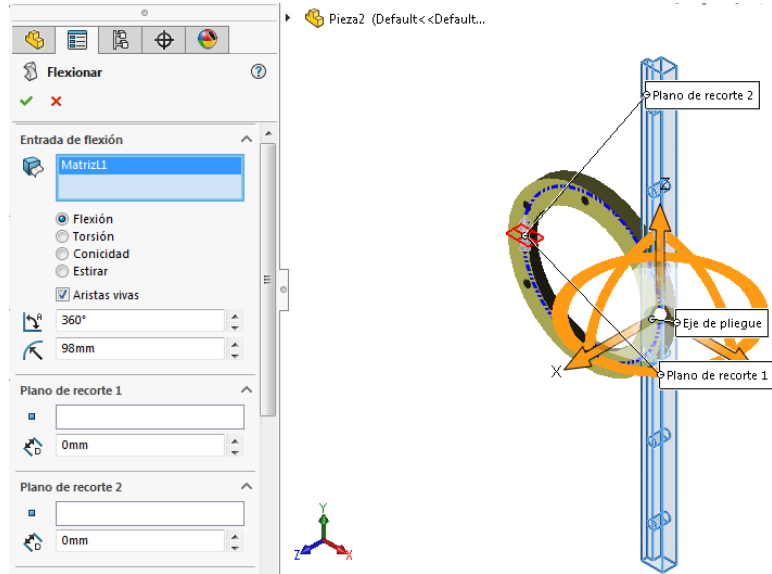

Ilustración 156
Paso 3: Aparece la siguiente pantalla (ver ilustración 156), donde se selecciona la pieza y la opción operación que se desea hacer con ella, en este caso se selecciona la opción **Flexión** en esta opción se debe colocar la cantidad de grados deseados para la flexión en este caso se coloca 360°, al finalizar se obtiene la figura deseada (ver ilustración 157)